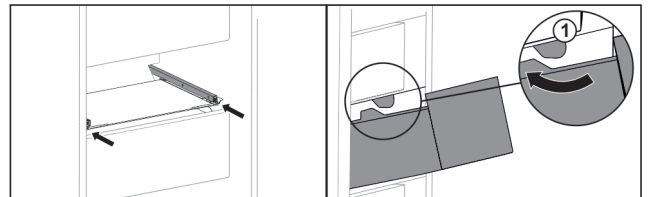

Fig. 115
- ▶ Introduzca el cajón rodeando los topes Fig. 115 (1).